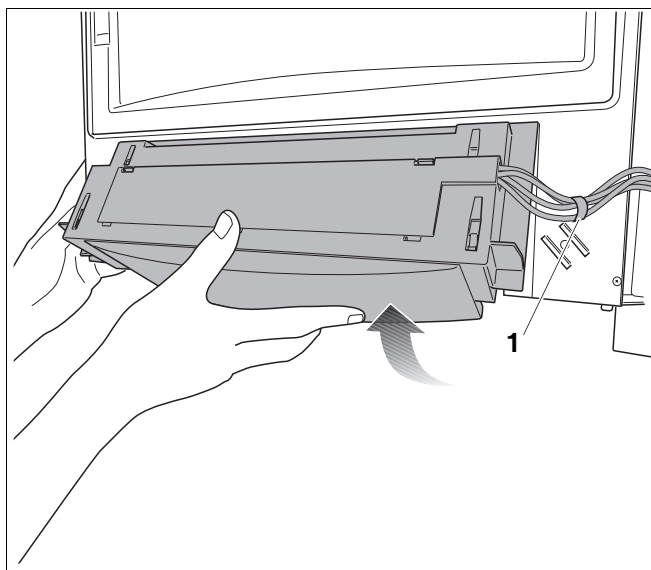

Fig. 102 Bedieningspaneel verwijderen
- Neem het bedieningspaneel BC10 uit de deur (→ fig. 102).